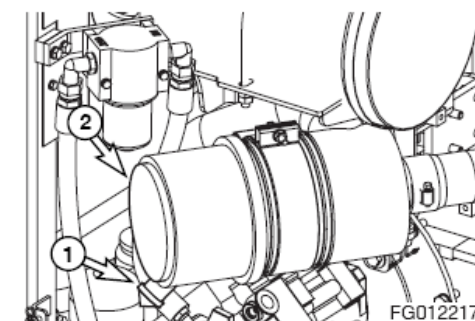

Figura 33
2. Retire y limpie la válvula de escape de goma (1, Figura 33) de la parte inferior de la tapa de la carcasa del purificador de aire (2). Inspeccione cualquier posible indicio de desperfecto o desgaste de los bordes sellantes. Cambie la válvula en caso necesario.